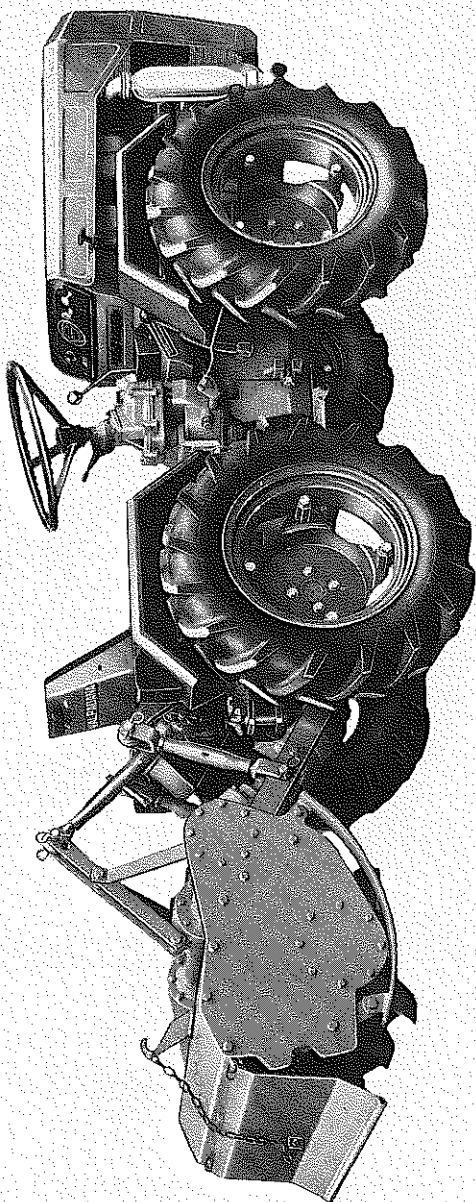

Fig. 36
- 3 - Fresa portata - fig. 36
- 3 - Trailer-mounted rotary - Fig. 36
- 3 - Fraise portée - fig. 36
- 3 - Anbaufräse - Abb. 36